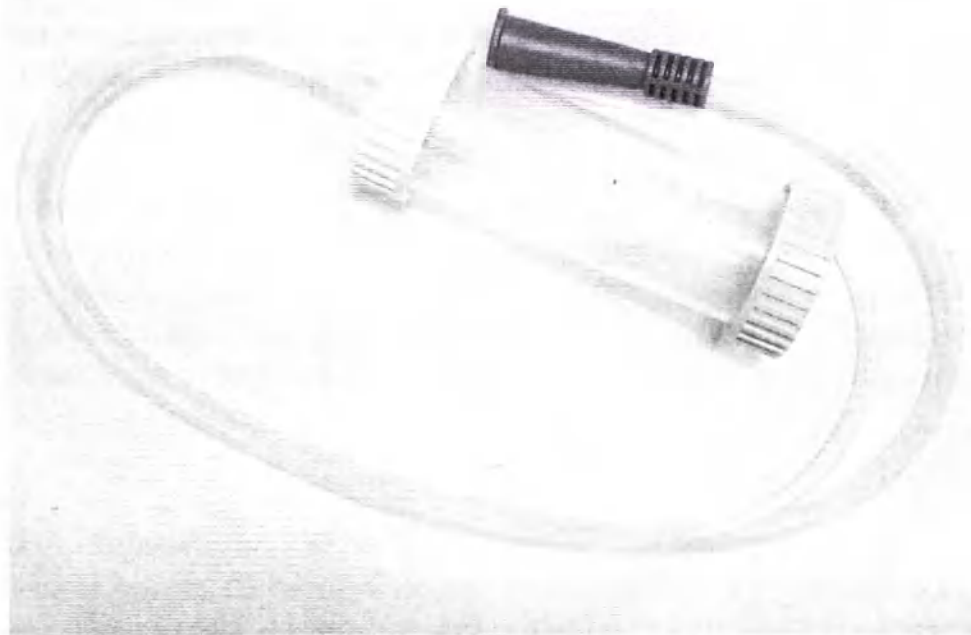

Рисунок 3 – Изделие медицинское для санации и забора проб биологических жидкостей Мукус Экстрактор/Mucus Extractor без фильтра
7.2 Изделие медицинское для санации и забора проб биологических жидкостей Мукус Экстрактор/Mucus Extractor без фильтра (см. рис. 3, 4) предназначено для: